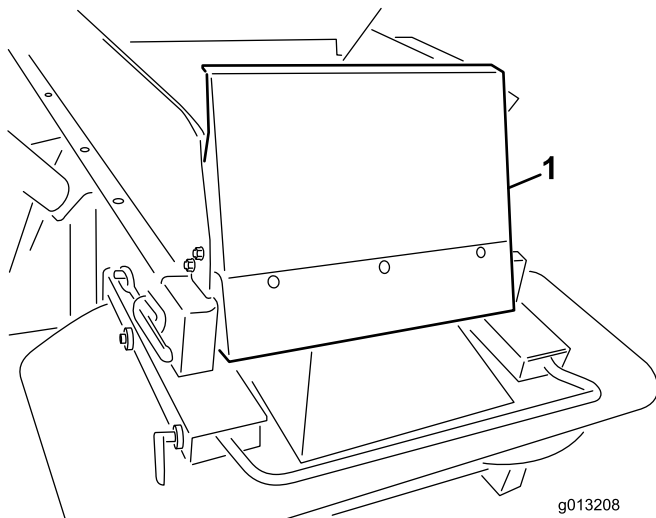

Figure 7
6. Montez le déflecteur de la benne au moyen des boulons à tête ronde de 1/4 x 5/8" et des contre-écrous en nylon (Figure 7).